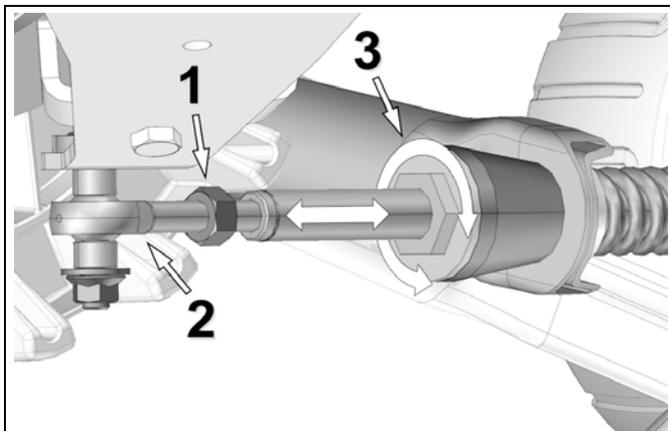

Abbildung 6
- Lösen Sie Gegenmutter (1). Stellen Sie die Länge des Stangenkopfes (2) ein, indem Sie den Stabilisierungsarm (3) drehen bis ein Abstand von **308 mm** zum Boden erreicht ist. Siehe Abbildung 6.